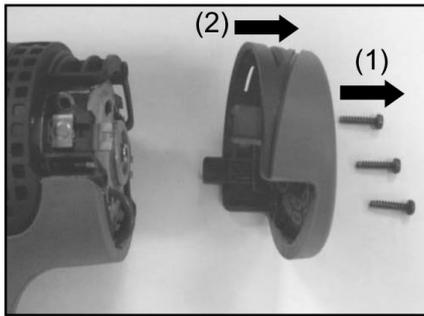

Fig.10
- Utilisez un embout T10 pour desserrer les vis du couvercle arrière et retirez le couvercle à la main. (Fig. 10)